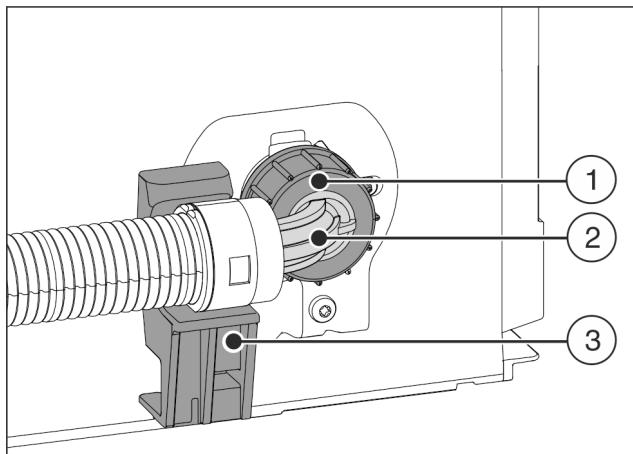

Fig. 23
- Розмістити та утримувати кінець шлангу під кутом *Fig. 23 (2)* горизонтально на тримачі *Fig. 23 (3)*.
- Накрутити гайку *Fig. 23 (1)* рукою на різбу до досягнення надійної міцної посадки.